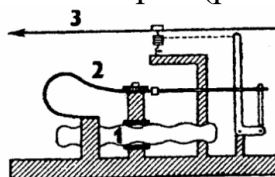

Рис.2. Схема барометра-анероида
*Барометр-анероид.* Он относится к деформационным барометрам, основанным на зависимости упругой деформации приемника под воздействием атмосферного давления. Приемником, который воспринимает изменение атмосферного давления, служит анероидная коробка 1, состоящая из двух спаянных между собой гофрированных мембран (рис.2).